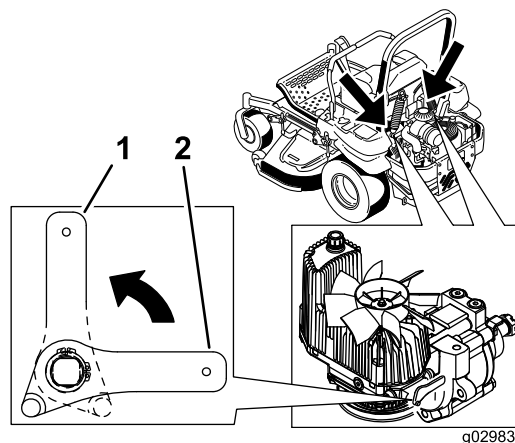

Figure 37
2. Tournez les leviers des vannes de déblocage en position verticale pour pousser la machine. Cela permet au liquide hydraulique de contourner la pompe et aux roues de tourner (Figure 37).
4. Tournez les leviers des vannes de déblocage en position horizontale pour utiliser la machine (Figure 37).